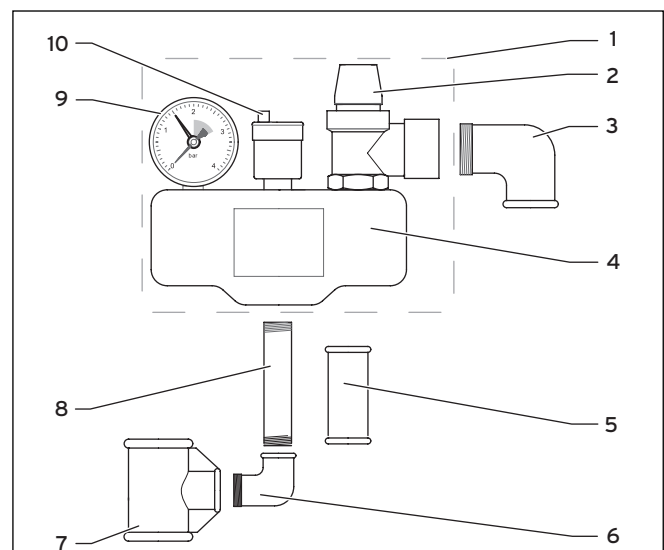

Fig. 3.1 Grupo de segurança
- Verifique a totalidade do material fornecido segundo a fig. 3.1 e a tab. 3.1.
- Verifique anualmente e em cada colocação em funcionamento a operacionalidade da válvula de segurança (2, fig. 3.1)